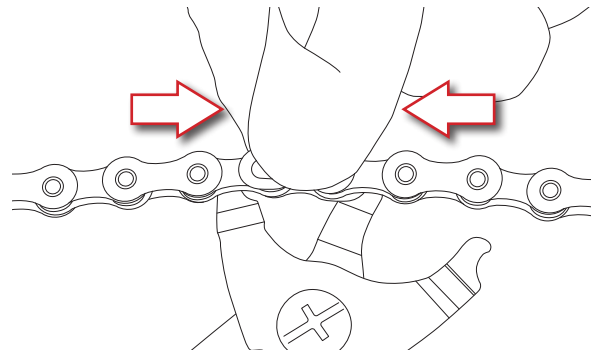

Abb.13
- Drücken Sie das C-Link™ durch Druck von beiden Seiten (innen und außen) zusammen und betätigen Sie gleichzeitig die Zange, um die beiden Stifte anzunähern (Abb. 13).